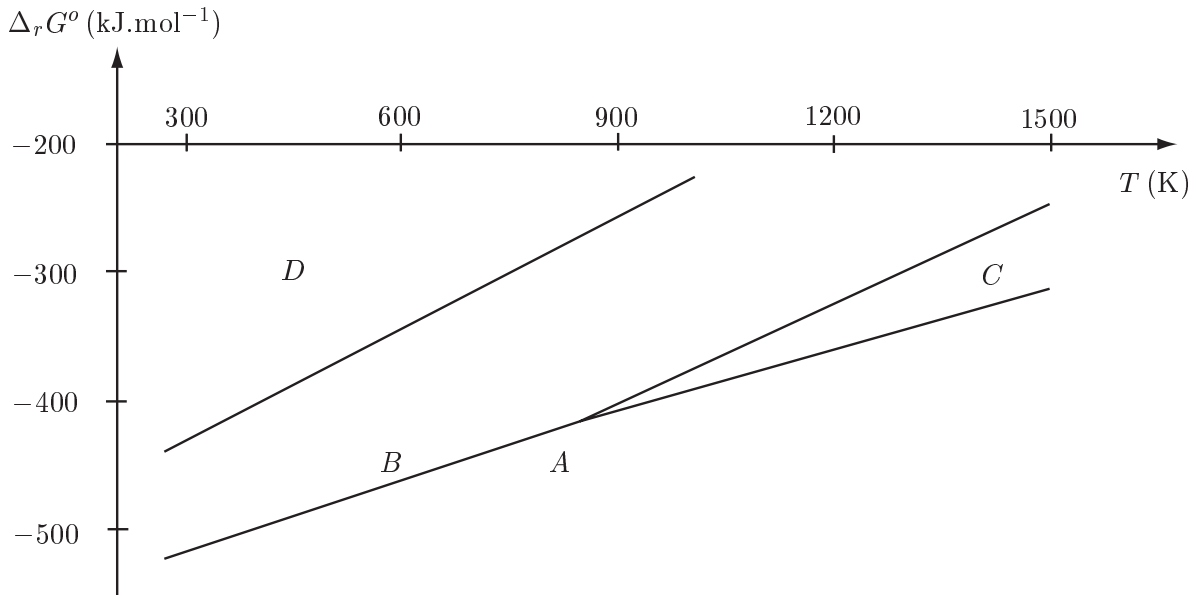

FIG. 1 – Diagramme d'ELLINGHAM du fer et de ses oxydes
- 2.5. Le diagramme d'Ellingham simplifié du fer et de ses oxydes est représenté sur la figure ci-après -FiG.1-
2.6. A l'aide du diagramme d'ELLINGHAM du fer et de ses oxydes -FIG.1- ci-dessus, indiquer quelle doit être la succession des couches d'oxydes lors de l'oxydation du fer par l'oxygène pour une température de 900 K.